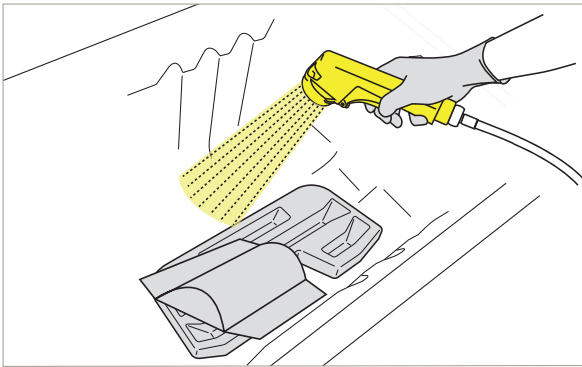

Figure 75
28. Vaporiser le désinfectant sur toutes les surfaces internes de la baignoire et sur les accessoires qui se trouvent au fond de la baignoire. Retourner les accessoires et vaporiser l'autre côté. Faire attention aux pièces, aux boutons et aux capteurs fixés à la surface de la baignoire comme l'actionneur d'écoulement de baignoire et les poignées de maintien. Voir la section Figure 75.